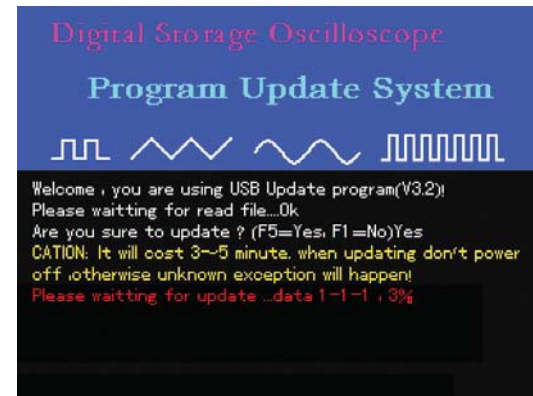

Figura 5-4
5. En el display de la figura 5-3, presione F5 para confirmar la actualización. El display mostrado en la figura 5-4 aparecerá con el siguiente mensaje en inglés: “PRECAUCIÓN: Se demorara de 3-5 minutos. Cuando este actualizando no apague el equipo, de lo contrario ocurrirán cosas desconocidas pasaran. Por favor espere por la actualización.....datos....%”.